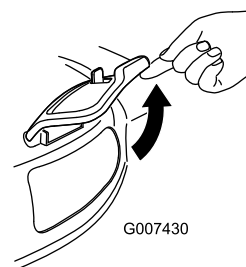

Figura 36
2. Levante la puerta de descarga lateral (Figura 36).